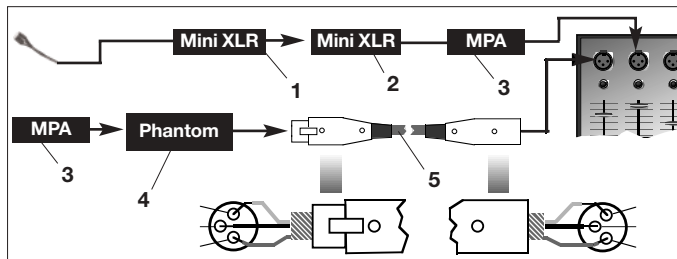

Fig. 4: Schéma de raccordement avec MPA III L
Voir Fig. 4.
4. **Si vous n'avez pas d'alimentation fantôme sur votre table de mixage**, branchez le MPA III L (3) sur une alimentation fantôme AKG optionnelle (4) (N 62 E, N 66 E, B 18, B 15) et raccordez l'alimentation fantôme à une entrée symétrique à l'aide d'un câble XLR (5) (p.ex. AKG MK 9/10 – n'est pas fourni avec le micro). Voir Fig. 4.